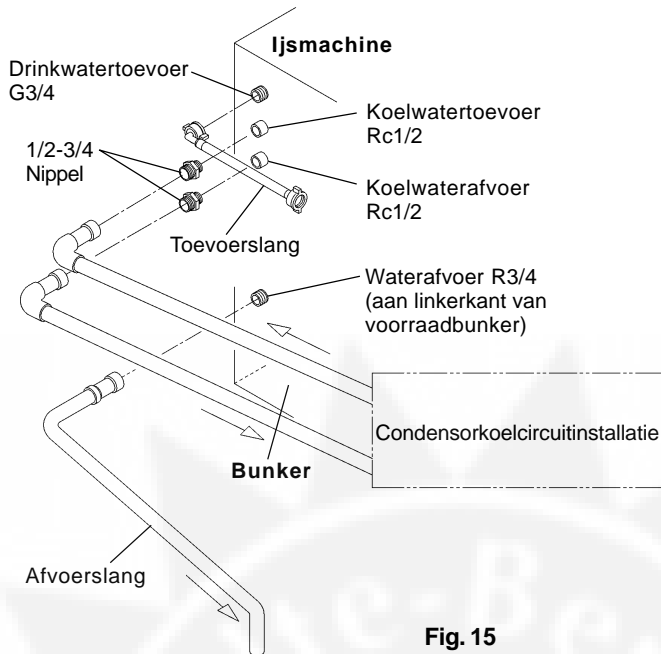

Fig. 15
\* Hoshizaki raadt aan om de watergekoelde condenser aan te sluiten op een hercirculerend koelsysteem met gesloten circuit, met een toren, waterkoeler of een gelijksoortige installatie (zie fig. 15 en 16). Watersuppletie moet via een kogelklep-/mengvat plaatsvinden.
### [a] Standaard aansluitingen volgens WRC-voorschriften in G.B. (fig. 15 en 16)
3) Bevestig de grijze buigzame afvoerslang (accessoire) aan de R3/4 aansluiting op de achterkant van de ijsblokjesmachine zoals aangegeven (fig. 15), waarbij u controleert of de rubber afdichtingsring is aangebracht voordat u de aansluiting handvast aandraait. Deze buis kan zondig op lengte worden gesneden voor een correcte aansluiting op de hoofdafvoer.
5) Sluit het condensorkoelcircuit aan op de vrije uiteinden van 1/2-3/4-nippels zoals aangegeven (fig. 15) met behulp van een onbuigzame pijp.